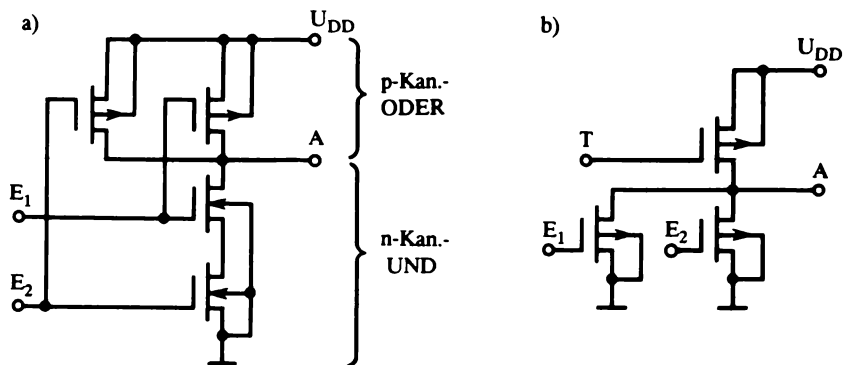

Abb. 12. CMIS-Schaltungen
5. Komplementäre MIS-Schaltungen oder CMIS (Abb. 12) gewinnen für VLSI-Schaltkreise sehr an Bedeutung. Sie sind meist ebenfalls einfach aufgebaut. Dafür muß aber im (oberen) p-Zweig die duale Schaltfunktion des (unteren) n-Zweiges realisiert werden.
12. Что показано на рис. 12?